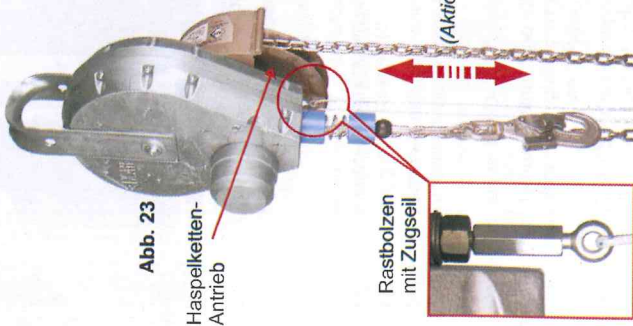

Abb. 23
4. Das Kettenrad (Abb. 23) durch Zug an der Kette hin- und herdrehen (Aktion 2), bis das Getriebe eingerastet ist. Das Zugseil des Rastbolzens loslassen, er springt in seine Ausgangsstellung (Abb. 24) zurück.